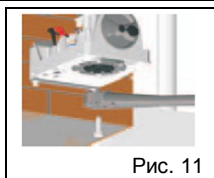

Рис. 11
6) Установить прямой рычаг (рис. 11) и закрепить его винтом из комплекта.